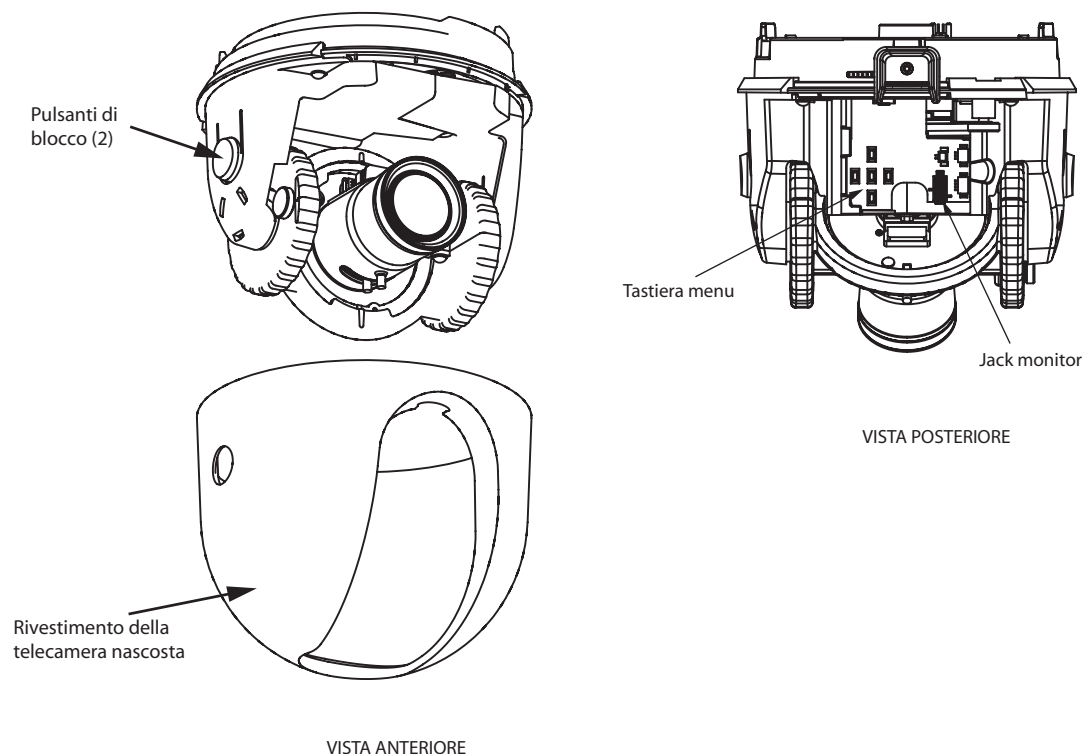

Fig. 2.1 Modulo della telecamera Serie 100
2. Tenere premuti i due pulsanti di blocco posti a ciascun lato del modulo della telecamera ed estrarre il rivestimento. Vedere Fig. 2.1: *Modulo della telecamera Serie 100* riportata di seguito.